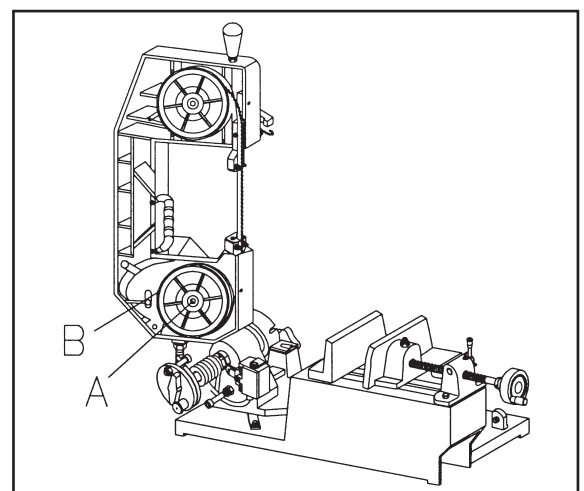

Fig. 8
3. Die Radschraube (A) Fig. 8 entfernen.
5. Bandrad wieder montieren und die Radschraube (A) festziehen.